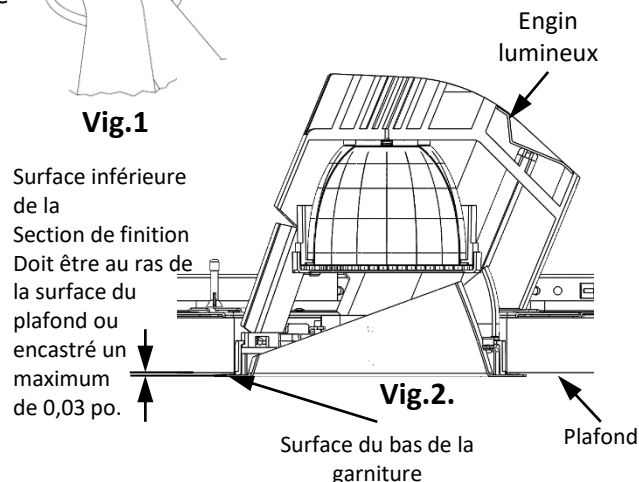
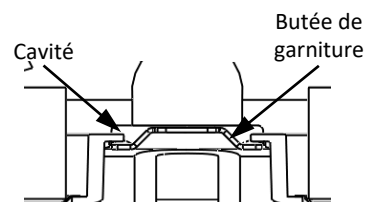

Fig.2.
Fig.4
2. Tourner dans le sens des aiguilles d'une montre ou dans le sens inverse des aiguilles d'une montre pour soulever ou baisser la butée de garniture et ajuster au besoin pour s'assurer que la butée de garniture est dans la cavité (Fig.4) et s'assurer qu'il n'y a pas plus de 0,03 po en retrait du plafond (Fig.2).